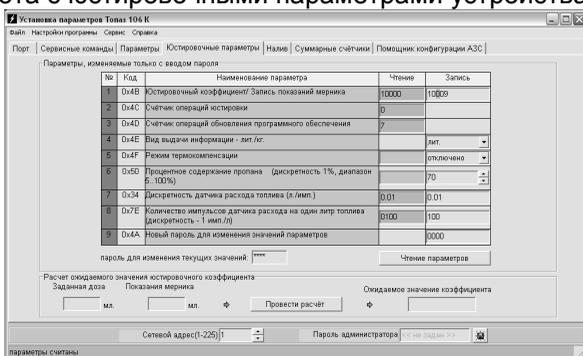

Рисунок 5
6.5 На вкладке "Юстировочные параметры" программы производится работа с юстировочными параметрами устройства (рисунок 5).